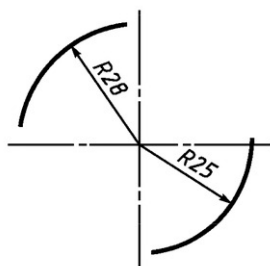

Рис. 9
- При нанесении размера радиуса перед размерным числом помещают прописную букву R. При проведении нескольких радиусов из одного центра размерные линии любых двух радиусов не располагают на одной прямой (рис. 9);